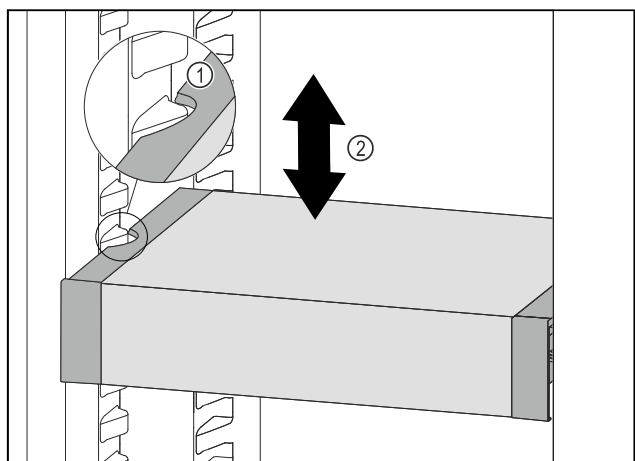

Fig. 40
- ▶ VarioSafe ťahajte dopredu, dokým sa bočné vybrania VarioSafe nebudú nachádzať vo výške rebra nádoby v chladničke. Fig. 40 (1)
- ▶ VarioSafe v chladničke presúvajte nahor alebo nadol, dokým sa dosiahne požadovaná výška. Fig. 40 (2)